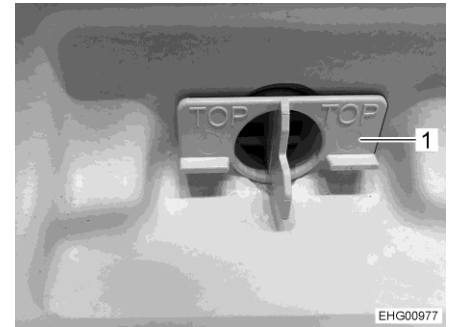

Bild 136 Kunststoff-Einsatz in der Duschwanne
- Kunststoff-Einsatz (Bild 136,1) abnehmen und Ablauf reinigen.